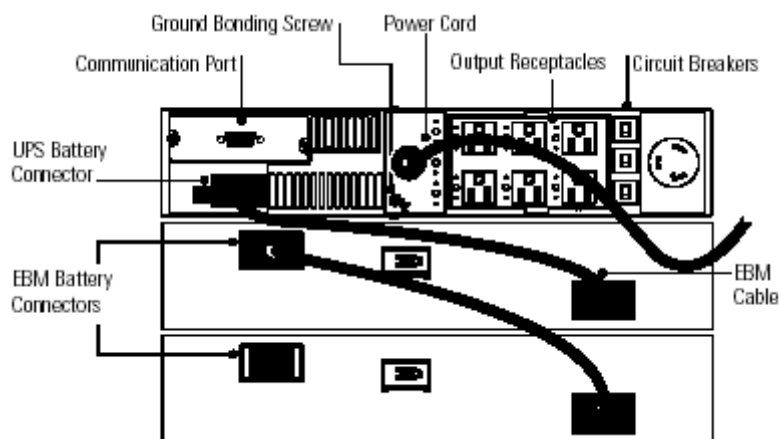

Рисунок 12. Типичный пример подключения ИБП с двумя ВБМ
2. Подсоедините кабель ВБМ к разъему для подключения батарей ИБП (см. рис. 12).